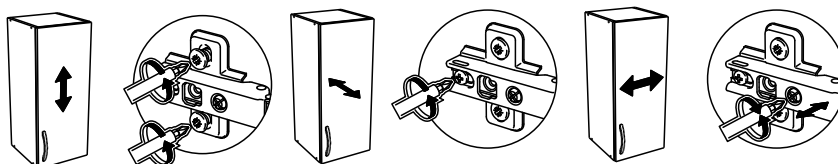

рис. 2
7. К фасаду (6) прикрутить петли шурупами 3,5х16. Затем закрепить фасад на любую из боковин. При необходимости произвести регулировку (рис. 2)